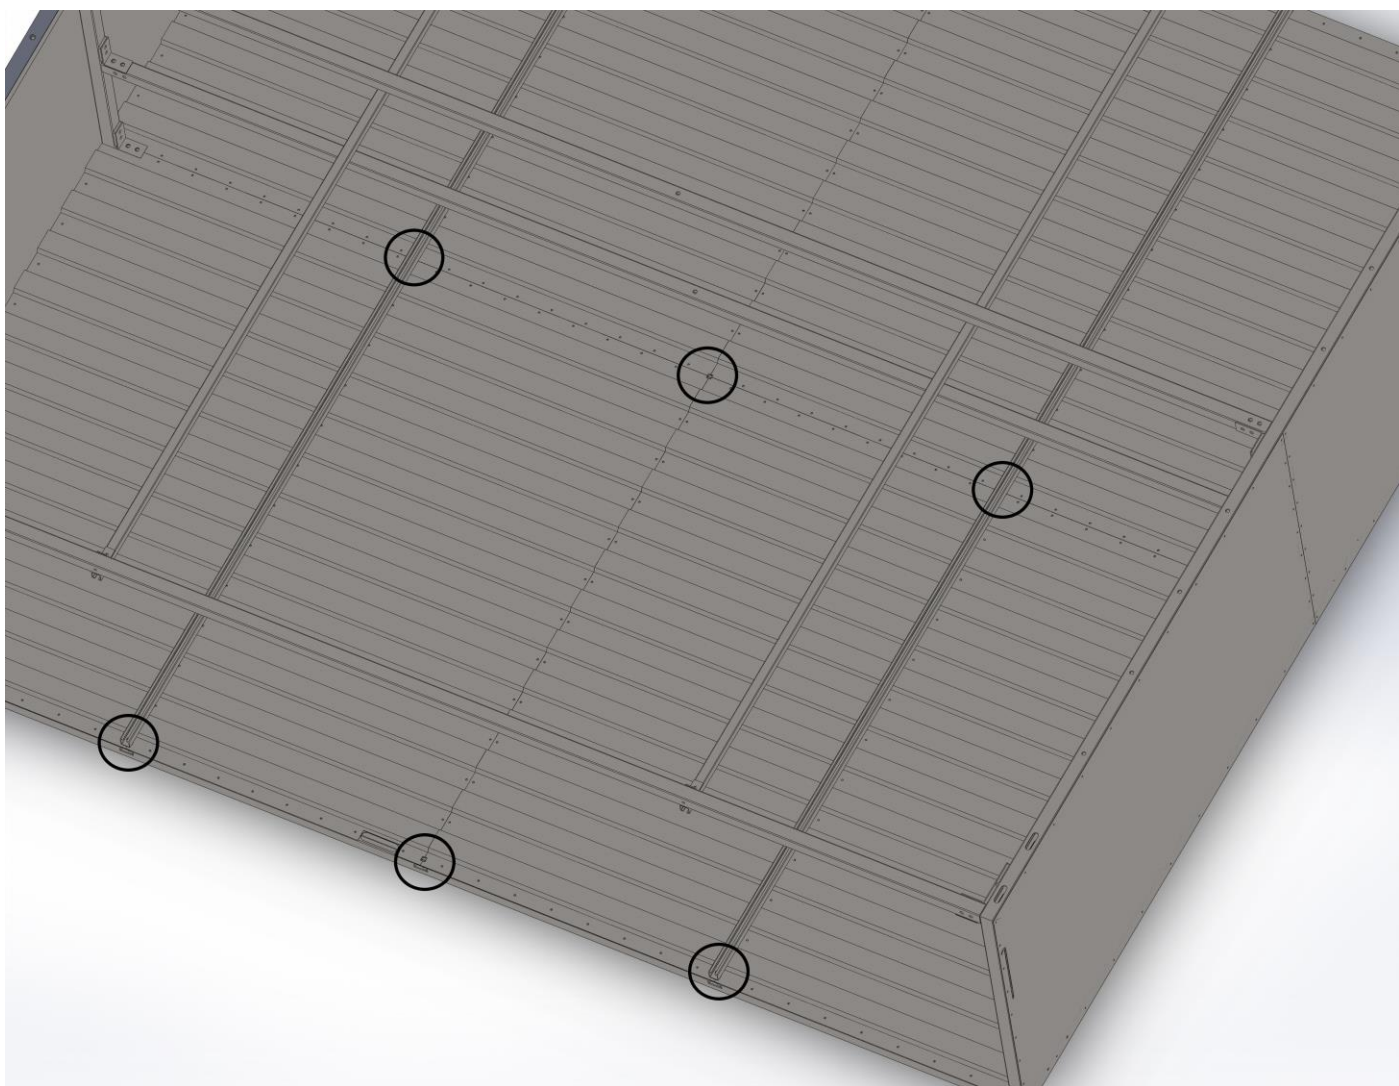

Рисунок 19.2
3.8 Скрепите все нижние поперечины, пол и нижние направляющие между собой болтами M8x45, винтами M8x50 с гайками и шайбами (см. рисунок 19.2).